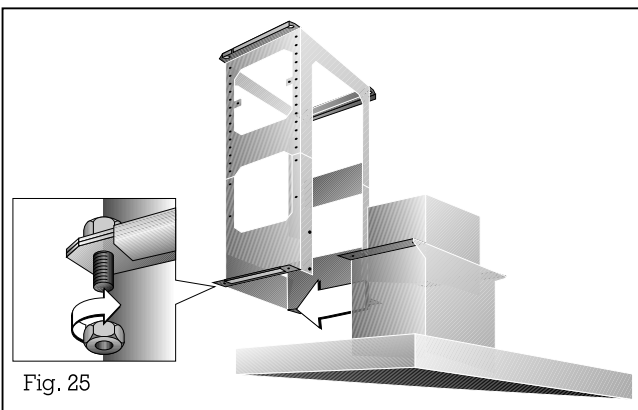

Fig. 25
7. Glissez la hotte dans les pattes latérales sur le bâti porteur (attention : ne pas coincer le cordon d'alimentation) et **bloquez immédiatement la hotte avec 4 vis** (fig. 25).